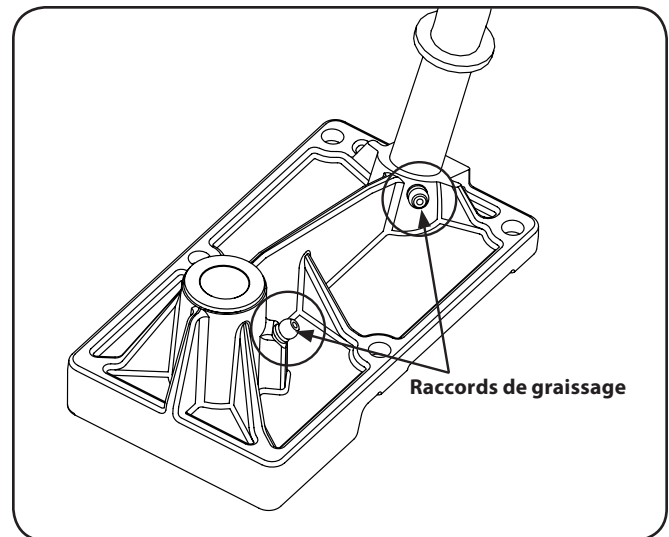

Figure 6-6
2. Repérez le raccord de graissage du boîtier de direction et le raccord de graissage de l'arbre de direction sous la batterie. Voir Figure 6-6.